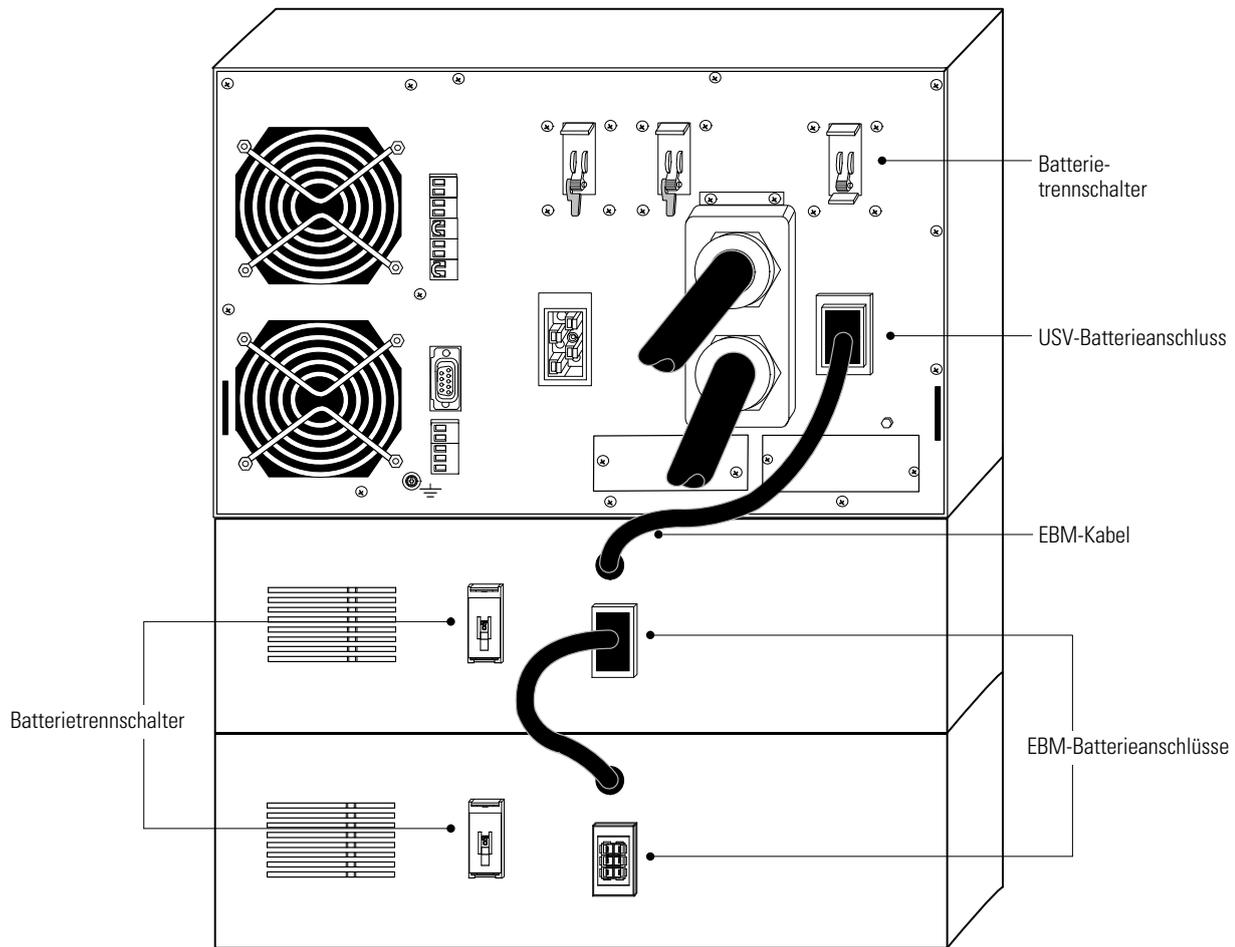

Abbildung 29. Typische EBM-Installation
1. Überprüfen, dass sich alle Batterieschalter in der Stellung OFF (O bzw. AUS) befinden (siehe Abbildung 29).
2. Das (die) EBM-Kabel wie in Abbildung 29 gezeigt an die Batteriestecker anschließen. Es können bis zu vier EBMs an die USV angeschlossen werden.